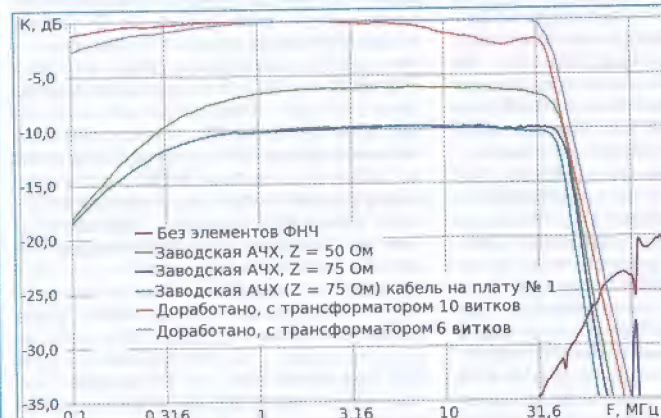

Рис. 12.7
новлены после ФНЧ. При более подробном замере оказалось, что ФНЧ имеет "правильную" АЧХ при сопротивлении источника и нагрузки 75 Ом (рис. 12.7). Поэтому удалённую активную антенну лучше подключать через телевизионный коаксиальный кабель с волновым сопротивлением 75 Ом и широкополосного согласования через аттенуатор малого затухания 3...6 дБ на входе при-
После проверки работоспособности приступаем к коррекции высокочастотной части АЧХ. Надо сначала определиться насчёт коаксиального кабеля. Если его планируется убрать, устанавливаем дроссели 3Л1—3Л3 индуктивностью по 2,2(1,2) мкГн, если с кабелем, их индуктивность — 1,8(1) мкГн, что обеспечивает хорошую форму АЧХ до 30(40) МГц (голубая кривая на рис. 12.7). Но вариант на 40 МГц я не рекомендую, так в этом случае плохо подавляются диапазон мощного УКВ-радиовещания.
го трансформатора с обмоткой десять витков, который не "дотянул" до частоты 30 МГц (оранжевая кривая на рис. 12.7). Трансформатор фиксируют эпоксидным клеем в квадратной прорези платы № 3.